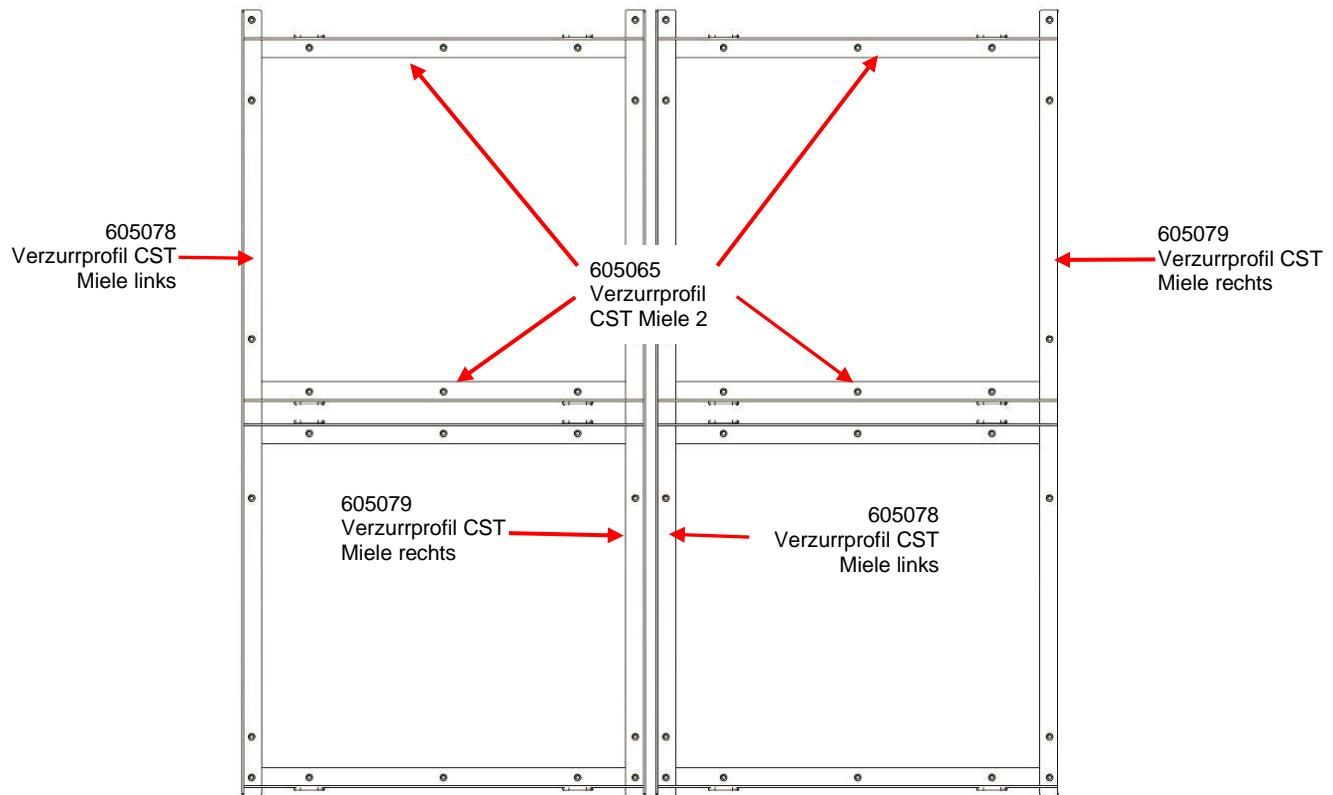

Abb. 7: Übersicht Verzurrprofile reiner Bereich
Sammeln Sie die während des Entladens der Kisten ausgebaute Verzurrprofile (Abb. 7:) an einem sauberen und trockenen Ort.
- ◆ Entfernen Sie die nächsten zwei Verzurrprofile Miele 2 (siehe Abb. 7:).